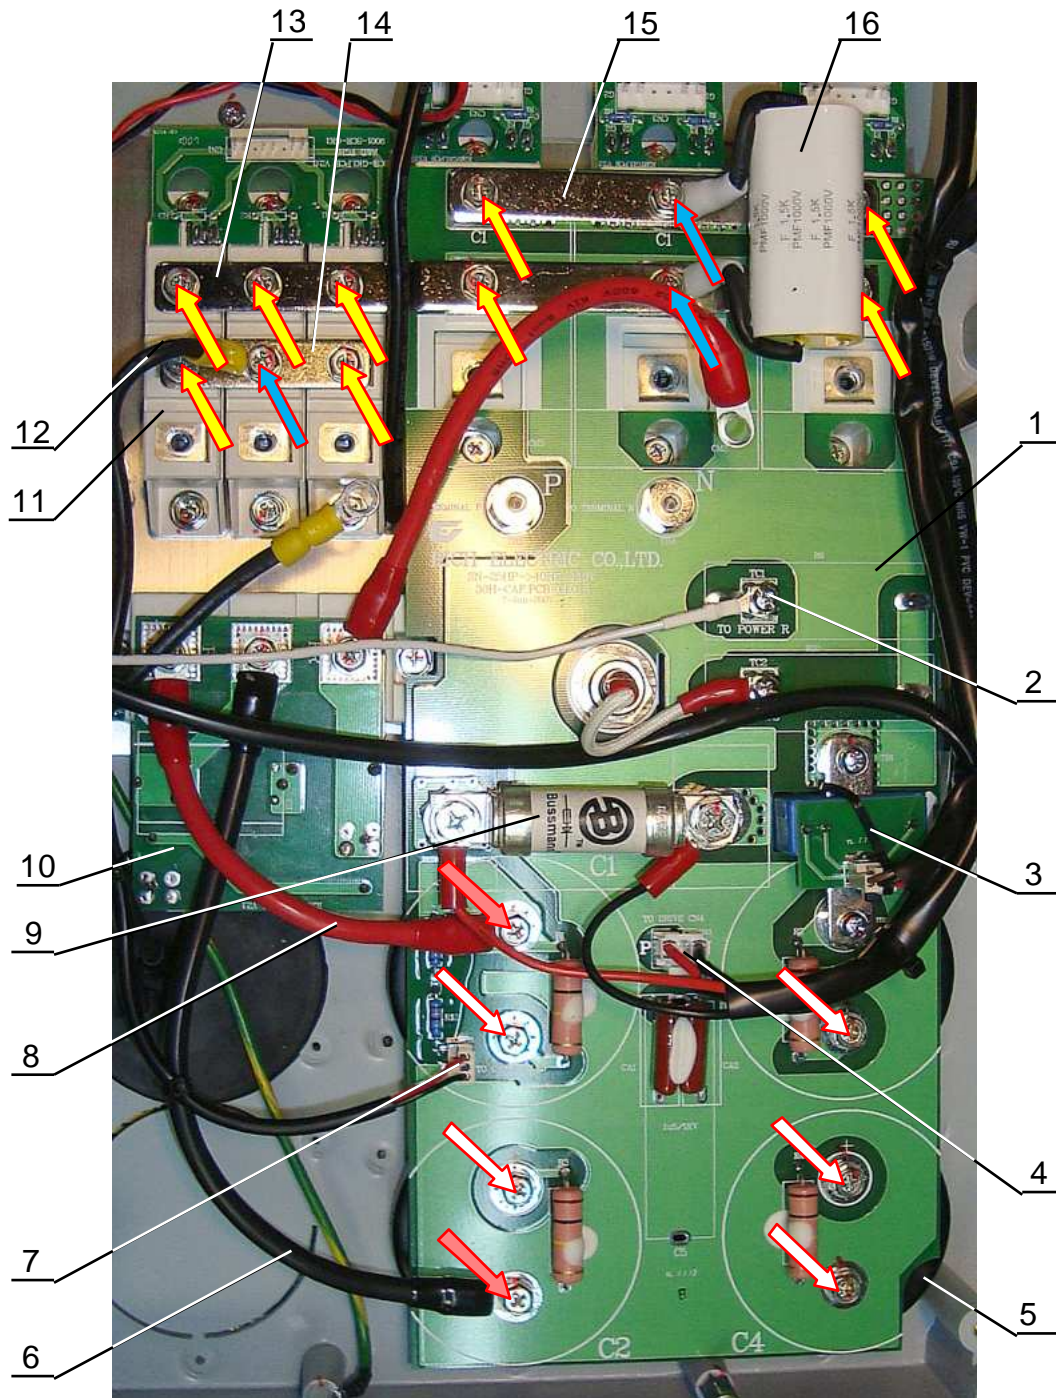

Рис. 7.16.
7.9.1. Взять емкостную плату (табл.4.1, поз.3), установить ее поверх конденсаторов и модулей IGBT, совместив отверстия платы с отверстиями для крепления выводов конденсаторов (рис.7.16) .
7.9.2. Вкрутить, не затягивая, пять винтов (белые стрелки на рис. 7.16) крепления емкостной платы 1 к конденсаторам 5.
7.9.3. Прикрутить, не затягивая, двумя винтами (красные стрелки на рис.7.16) наконечники проводов 6 и 8 к контактам «-» и «+» платы и к конденсаторам (рис.7.16).
7.9.4. Взять шины «+ IGBT», «+выпрямителя» и «-» (табл.4.1, поз.17), установить шины на емкостную плату и на выводы диодно-тиристорных модулей, как показано на рис.7.16.
7.9.5. Вкрутить, не затягивая, девять винтов (желтые стрелки на рис. 7.16) крепления шин 13...15 к модулям IGBT и диодно-тиристорным модулям.
7.9.6. Взять конденсатор (табл.4.1, поз.18; рис.7.16, поз.16), прикрутить двумя винтами к емкостной плате и среднему модулю IGBT (синие стрелки на рис.7.16).
7.9.7. Прикрутить наконечник длинного провода реактора 12 к шине «+» и среднему диодно-тиристорному модулю (синяя стрелка на рис.7.16).
7.9.9. Взять жгут индикатора заряда (табл.4.1, поз.31), подключить розетку 7 жгута к разъему CN1 емкостной платы (рис. 7.16).
7.9.10. Взять жгут питания платы драйверов (табл.4.1, поз.29), подключить розетку 4 жгута к разъему CN3 емкостной платы (рис. 7.16).
7.9.11. Вкрутить винт 2 крепления наконечника провода цепи предзаряда М3,5х8 с фигурной шайбой к клемме ТС1 емкостной платы 1 (рис. 7.16).